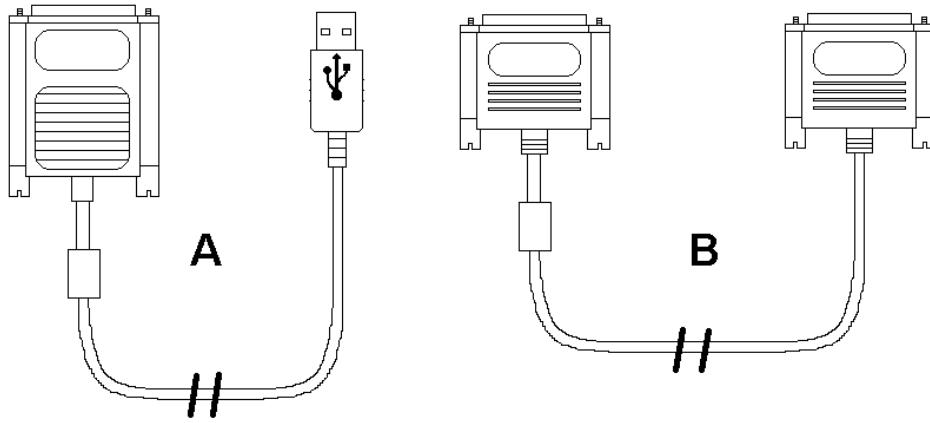

Figura 3: Il cavo USB (A) ed il cavo parallelo (B)
5. Estrarre ora il cavo di interfaccia dalla confezione (figura 3, cavo B). Connettere il cavo in questione alla porta parallela del computer.
3. Connettere il cavo di conversione EPP-USB (figura 3, cavo A) ad un connettore USB libero del computer. Windows segnalerà il rilevamento di un nuovo componente hardware